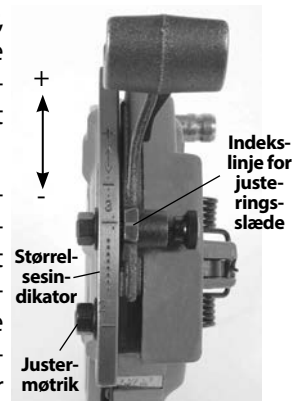

Figur 16 – Indsættelse af bakker
3. Tag bakkerne ud af skærehovedet. Indsæt de korrekte bakker i skærehovedet med den nummererede kant opad. Numrene på bakkerne skal svare til numrene på gevindskærehovedåbningerne (se Figur 16). Bakkeåbningerne har en kuglslåse, der går i indgreb med rillen på bakkerne, når de er korrekt installeret. Udskift altid bakkerne i sæt – undgå at blande bakker fra forskellige sæt.